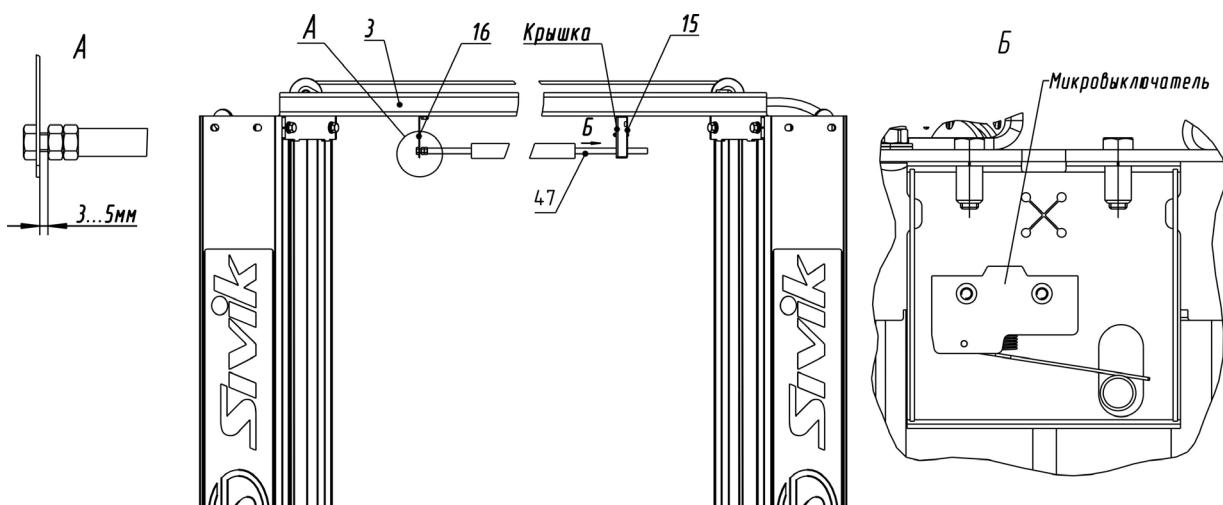

Рисунок 6.8 – Системы автоматического отключения привода насосной станции при касании автомобиля ограничительной дуги
6.12.2 Установить на перекладину 3 кронштейны 15 и 16 с помощью болтов M6x20 и гаек M6 (рисунок 6.8). Ограничительную трубку 47 прорезать через кронштейн 15 (при этом флагок микровыключателя должен быть над ограничительной трубкой) (рисунок 6.8 вид Б). Другой конец ограничительной трубы закрепить с помощью болта M8x25 и контргайки M8, выдержав зазор 3...5мм между контргайкой и кронштейном 16 (рисунок 6.8 вид А). Короткий кабель, выходящий из кронштейна 15 соединить с длинным кабелем, идущим в пульт управления. Кабель с помощью пластиковых хомутов закрепить к рукаву так, чтобы кабель не касался системы тросов.